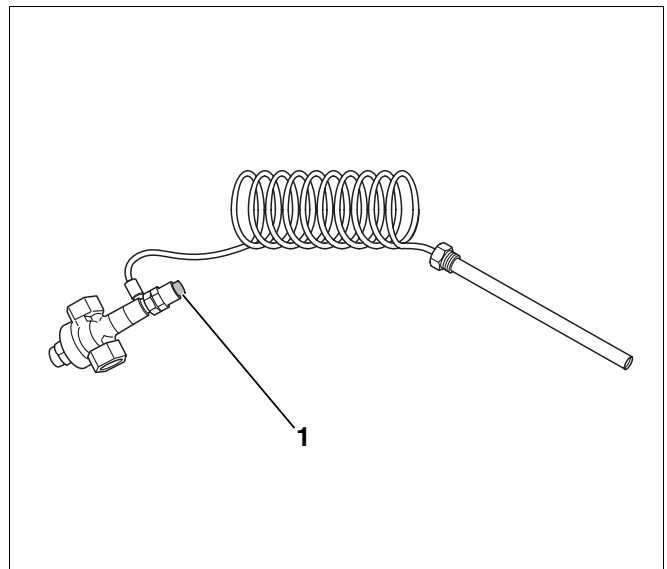

Abb. 22 Thermische Ablaufsicherung
- Thermische Ablaufsicherung durch Drücken des roten Knopfes (Abb. 22, **Pos. 1**) auf Wasserdruck überprüfen.
Tropft die Thermische Ablaufsicherung, so können Sie die Schmutzpartikel herauspülen, indem Sie den roten Knopf 2 – 3 mal fest eindrücken (Abb. 22, Seite 20).